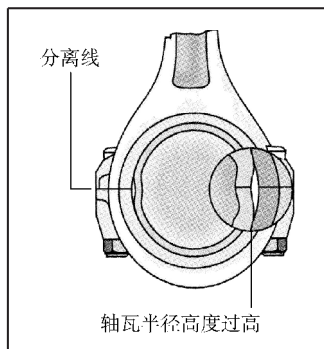

图 3-6 轴瓦半径高度过高
2) 原因。在将轴瓦装入连杆内腔时, 两片轴瓦分隔区域表面有凸出。当拧紧连杆螺栓时, 轴瓦凸出的部分将压在曲轴表面上, 从而产生很大的径向接触压力。图 3-6 所示因轴瓦高度过高, 产生的径向接触压力使两片轴瓦分隔区域变形。轴瓦分隔表面重新加工过, 或连杆螺栓紧固力矩过大是造成这种现象的最常见原因。